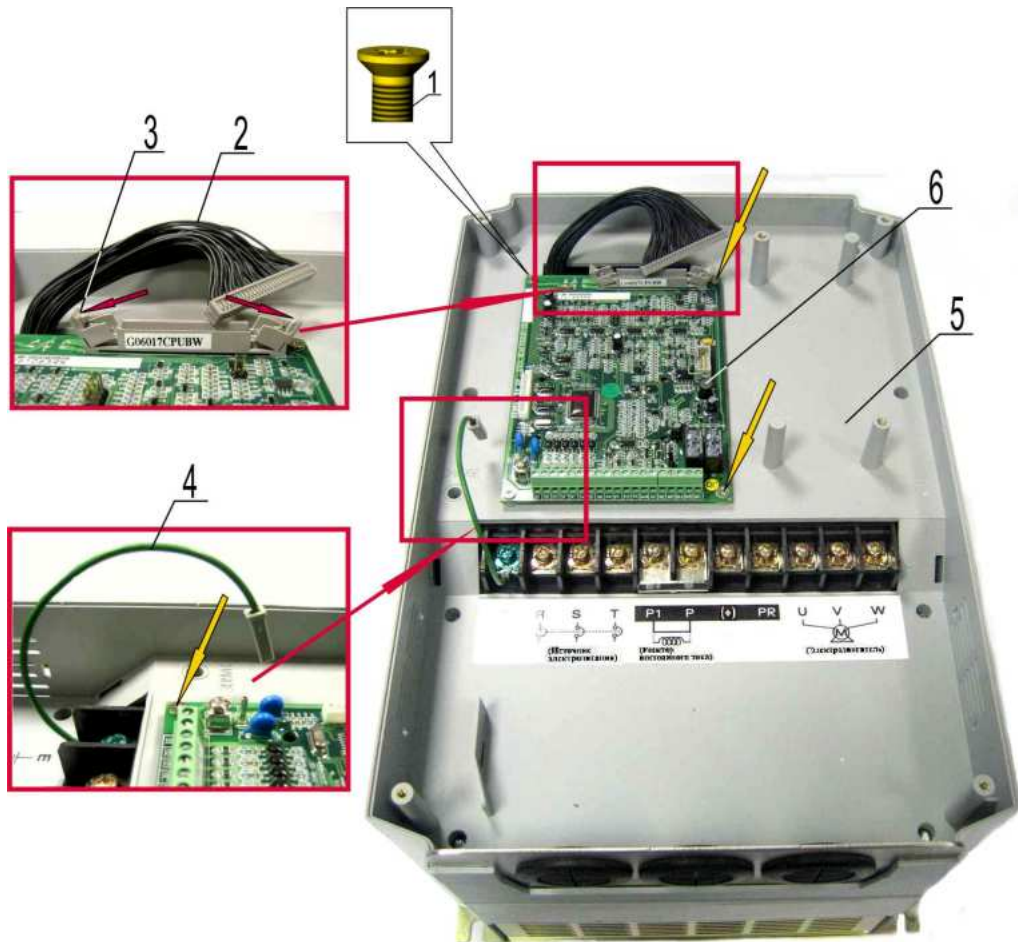

Рис. 7.21
7.8.1. Взять плату центрального процессора 6. Установить плату в корпус 5, совместив отверстия платы с резьбовыми отверстиями в корпусе (рис. 7.21). Закрепить плату четырьмя винтами 1 (рис. 7.21).
7.8.2. Соединить заземляющий провод 4 с контактом на плате 6 (рис. 7.21).
7.8.3. Отжать в стороны фиксаторы 3 разъёма на плате. Вставить розетку жгута 2 в разъём, приложив рукой усилие вниз до щелчка фиксаторов (рис. 7.21).